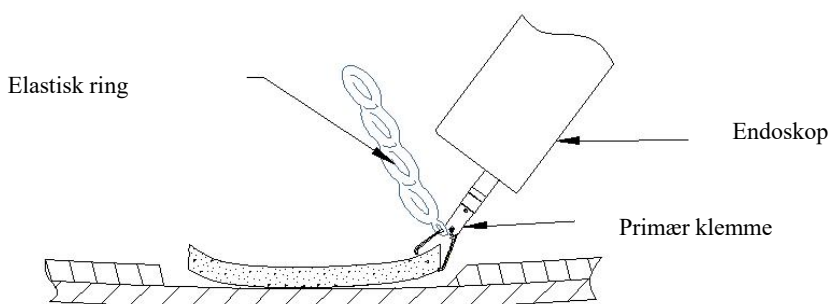

Fig.4
7. Når du er tilfreds med klemmens placering, skal du lukke klemmen på vævet ved at trække fingerringene tilbage, indtil der mærkes taktil modstand i håndtaget. Klemmepositionen kan nu vurderes inden den udfoldes (Fig. 4). Hvis klemmen ikke er i den ønskede position, skal du forsigtigt åbne fingerringene igen og placere enheden igen.